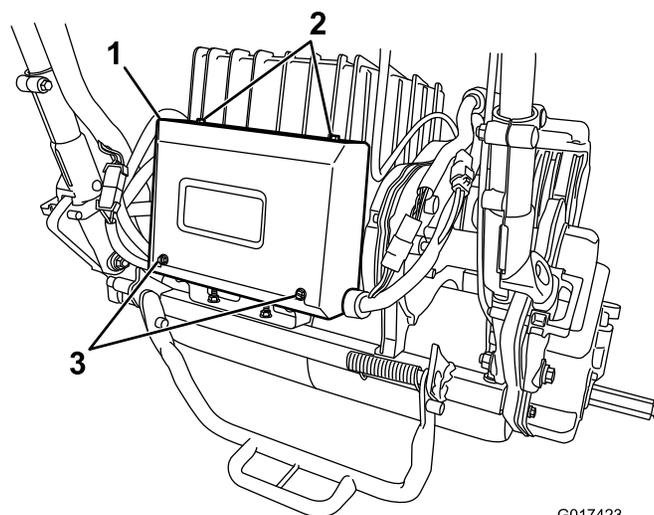

Figure 36
2. Retirez les 2 vis arrière du boîtier électrique et desserrez les 2 vis supérieures pour déposer le couvercle du boîtier (Figure 36).